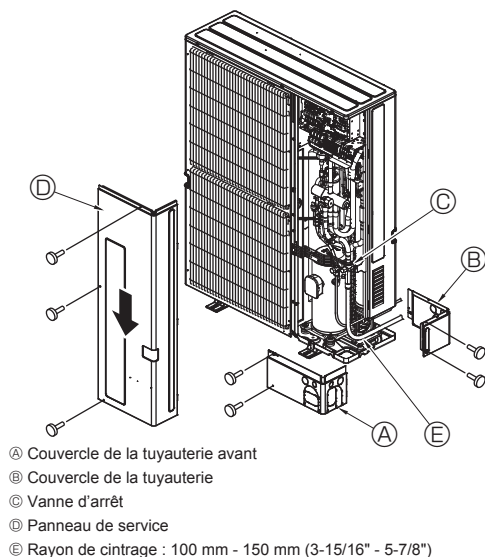

Fig. 4-8
4.4. Mise en place des tuyaux de réfrigérant (Fig. 4-8)